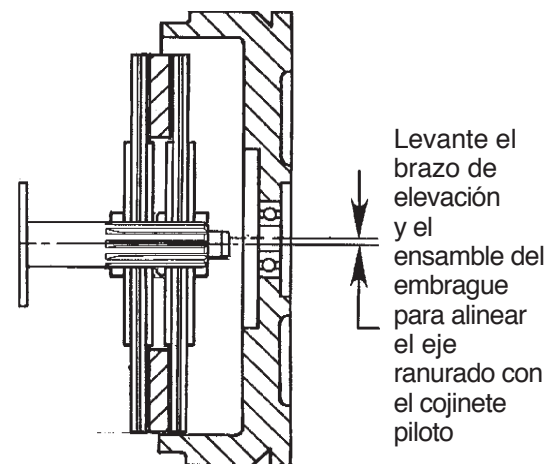

Figura 8
6. Utilice la perilla de ajuste para cambiar el ángulo del ensamble del embrague para que coincida con la rueda volante. Haga rodar hacia adelante la manija del embrague para insertar el eje ranurado. Gire el eje ranurado para obtener un enganche adecuado del disco del embrague. **NOTA:** El disco del embrague delantero en el volante está un poco más bajo que la línea central del cojinete piloto. Es posible que sea necesario levantar el brazo de elevación para alinear correctamente el eje ranurado con el cojinete piloto. Consulte la Figura 8.